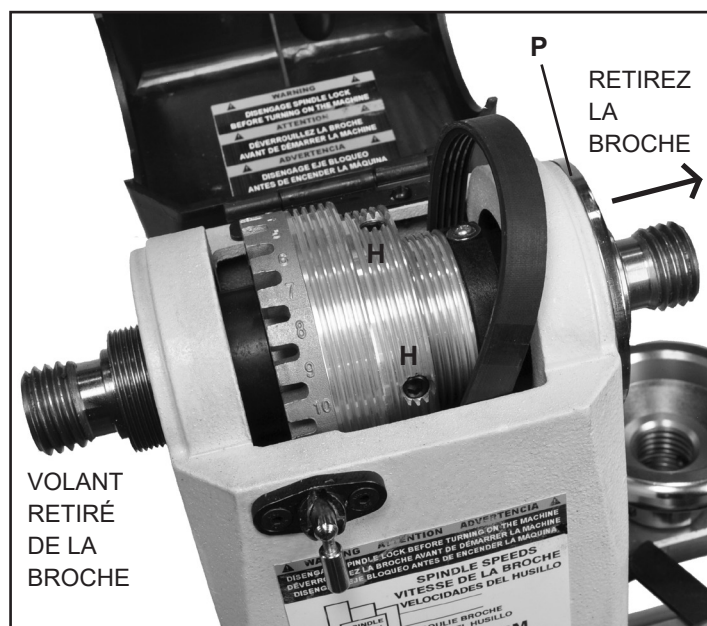

FIG. 14
7. À l'extrémité opposée de la poupée fixe, ôtez la plaque des roulements (#19B) en dévissant les 3 vis à tête hexagonale (#20B) avec une clé hexagonale de 3mm. FIG. 14,P
8. Desserrez et retirez les vis de blocage (FIG. 14, H) qui retiennent la poulie (#7B) sur la broche. Lapoulie devrait maintenant être libre sur la broche. **NOTE:** Il y a deux (2) vis de blocage, une par-dessus l'autre, dans les deux (2) trous filetés. Cet empilage empêche les vis de blocage de se desserrer durant l'utilisation.
Une fois qu'il y a un espace suffisant, la vieille courroie peut être retirée de la broche et remplacée par la nouvelle courroie. Figure 14.